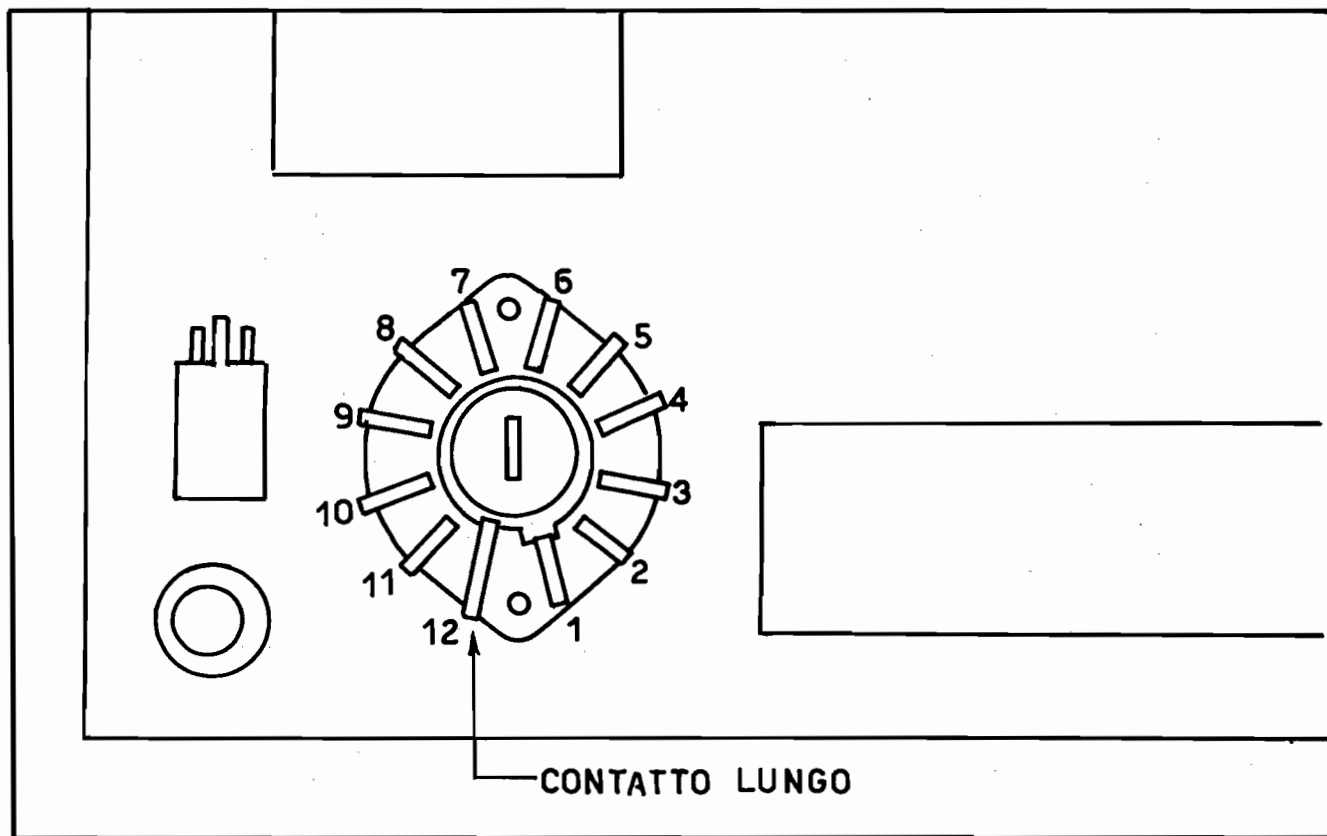

Fig. 9
- " n. 9 (bianco) - al contatto n.1 del commutatore rotante (fig.9)
Come vede è sostanzialmente molto semplice ; deve soltanto fare molta attenzione al numero dello zoccolo e del relativo piedino. La numerazione è quella della fig.9 e a questa figura dovrà attenersi per ogni successivo collegamento.